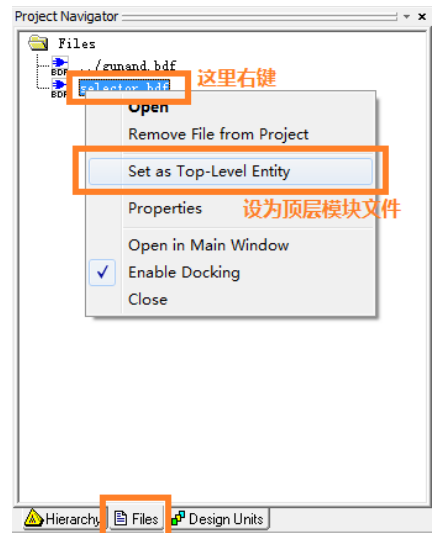

图 7 设置项目顶层文件
1. 点击主工具栏上的  按钮，开始“Analysis and Synthesis”编译过程。注意应该将要编译的文件设置成顶层文件才能对它进行编译，设置方法为：点击左边 Project Navigator/files，打开 files/Device Design Files，选中要编译的 bdf 文件，点击鼠标右键，在图 7 所示弹出的菜单中选择 Set as Top-level Entity。